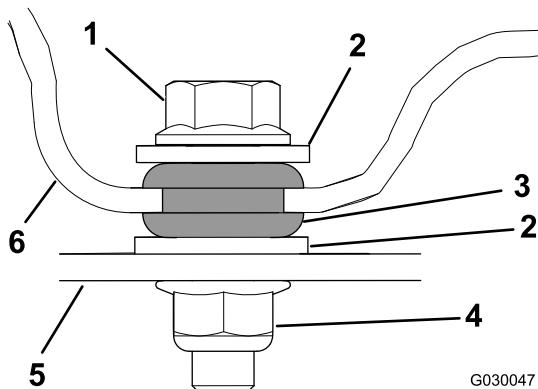

Рисунок 6
3. Закрепите навес с помощью 4 болтов с фланцевыми головками, 8 шайб и 4 фланцевых гаек (Рисунок 6).